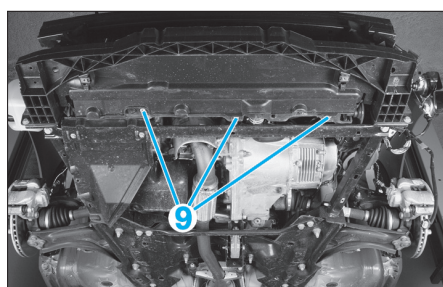

Fig. 48
- la sonde à oxygène aval (7) catalyseur,
- le collier d'échappement (8),
- les vis de fixation inférieures (9) de la cassette de refroidissement (Fig.48).